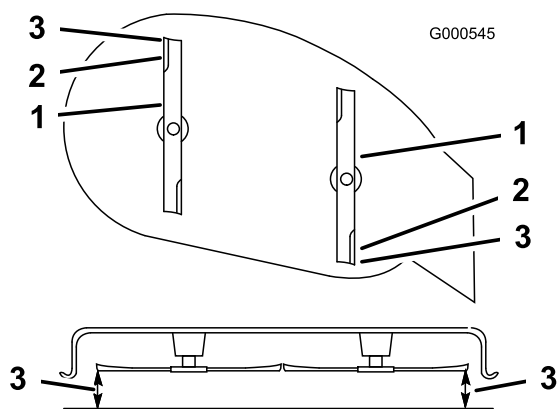

Figura 46
9. Ponga la altura de corte en **D** (76 mm) y gire con cuidado las cuchillas hasta que estén alineadas hacia adelante y hacia atrás (Figura 46).
10. Mida entre la punta de la cuchilla delantera y la superficie plana y entre la punta de la cuchilla trasera y la superficie plana (Figura 46). Si la punta de la cuchilla delantera no está entre 1,6 y 7,9 mm más baja que la punta de la cuchilla trasera, ajuste las contratueras delanteras.